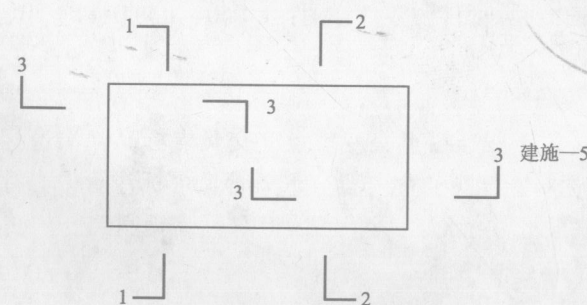

图 1.1 剖面剖切符号
① 剖面图的剖切符号由剖切位置线及剖视方向线组成，用粗实线绘制。② 剖切符号的编号采用阿拉伯数字，按由左至右、由下至上连续编排，并注写在剖视方向线的端部。③ 转折的剖切位置线，在转角的外侧加注与该符号相同的编号。见图 1.1。
① 断（截）面的剖切符号用剖切位置线表示，粗实线绘制。② 断（截）面剖切符号的编号用阿拉伯数字表示，按顺序由左至右、由下至上写在剖切位置线旁，编号所在侧为剖视方向。③ 剖面图或断面图如与被剖切图不在同一张图内时，在剖切位置线的另一侧注明其所在图纸号，或在图上集中说明。见图 1.1、图 1.2。